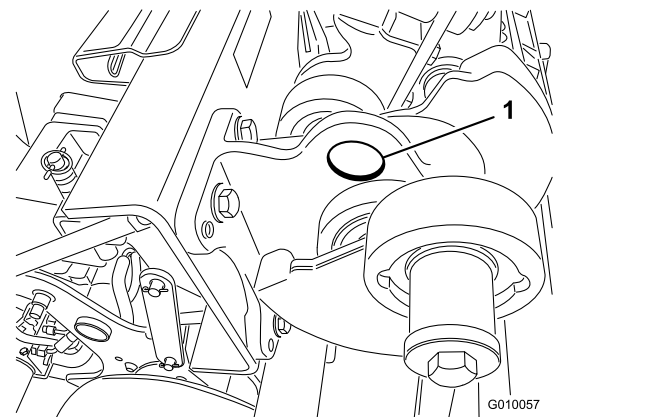

图 40
**注意** 如果可行请用起重机提起机器的后部。用打孔头轴承壳体内的孔眼作为起重机连接点图 40。